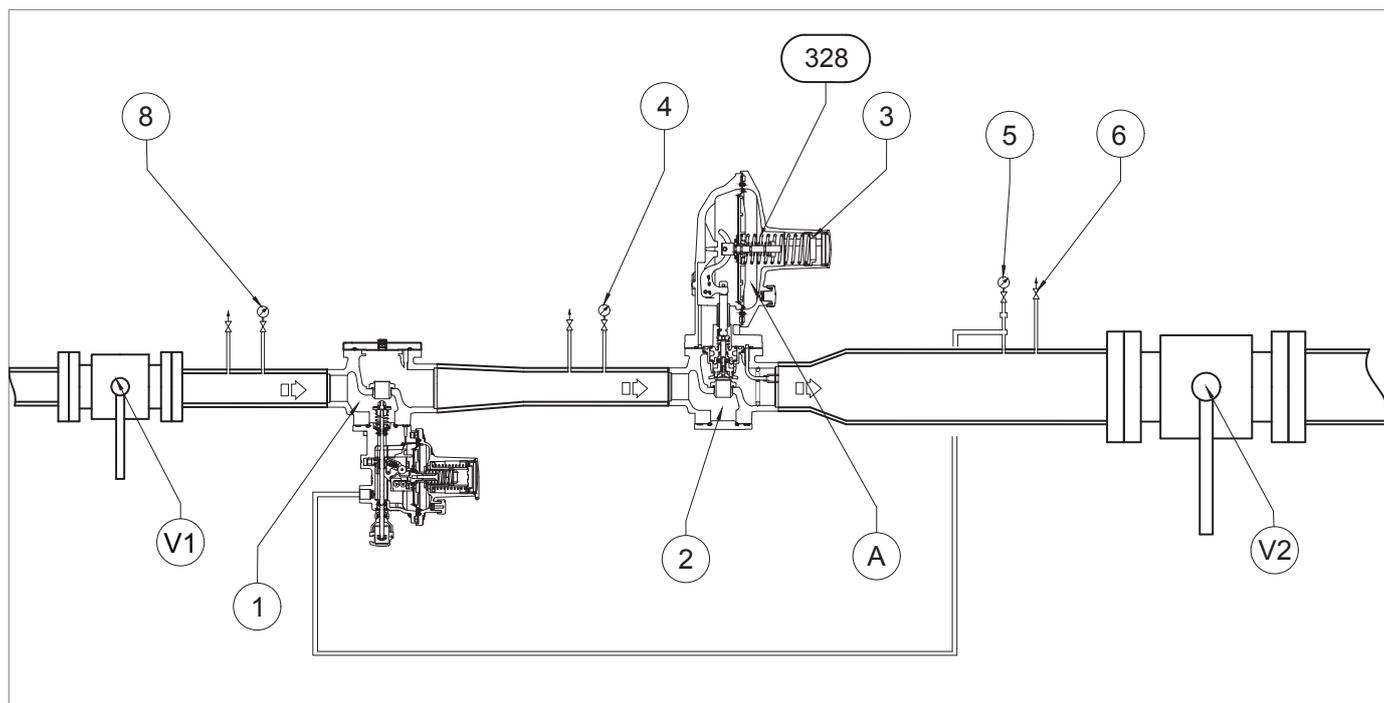
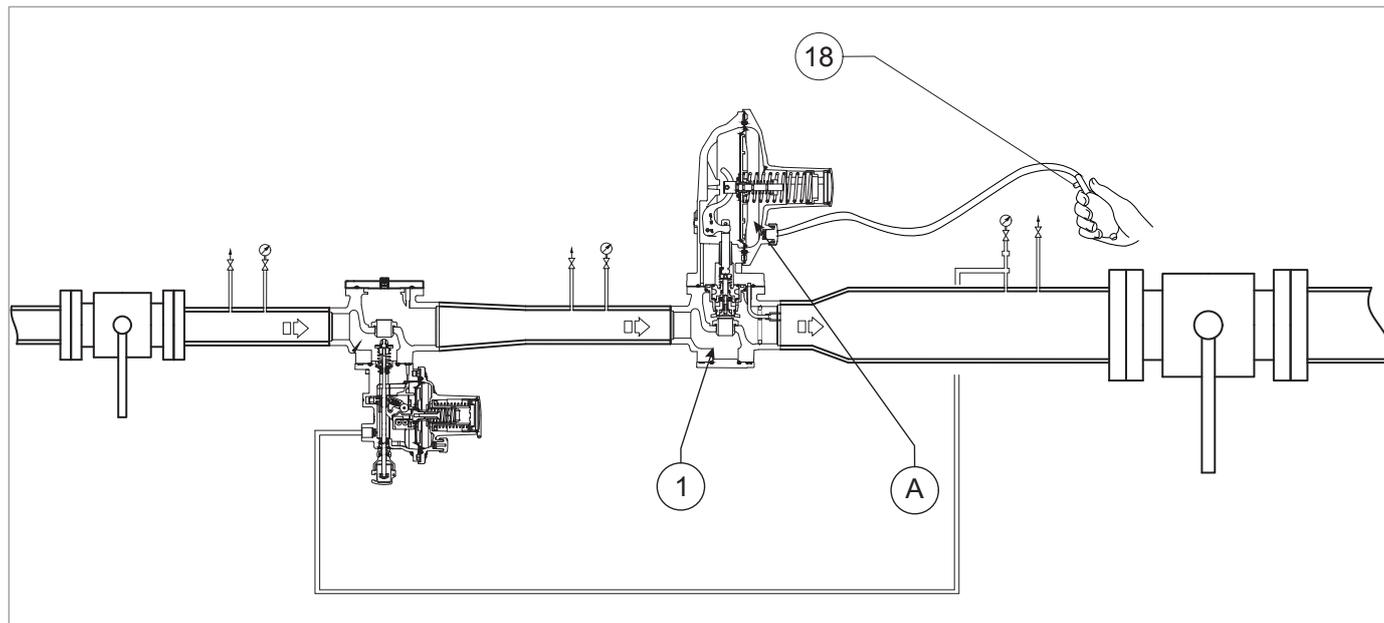

Fig. 8.15. Puesta en servicio de la válvula de bloqueo DILOCK instalada aguas arriba del regulador
Fig. 8.17. Presurización de fuente externa DILOCK instalada aguas arriba del regulador
1	<p>Aumente la presión aguas abajo (Pd) hasta el valor de disparo de la válvula de bloqueo, para comprobar su correcto ajuste, utilizando una fuente de presión externa (Fig. 8.17).</p> <div style="border: 1px solid blue; padding: 5px;"> <p>¡ATENCIÓN!</p> <p>Compruebe la presión consultando el manómetro (Fig. 8.15, ref. 5) colocado aguas abajo del regulador.</p> <p>Si la válvula de bloqueo:</p> <ul style="list-style-type: none"> • se dispara antes del valor de presión previsto: enrosque (en el sentido de las agujas del reloj) la tuerca de ajuste (13) para comprimir más el muelle (11); • no se dispara con el valor de presión previsto: desenrosque (en sentido contrario a las agujas del reloj) la tuerca de ajuste (13), para aliviar el muelle (11). </div>
2	Disminuya la presión de la sección aguas abajo abriendo la ventilación (Fig. 8.15, ref. 6) para que alcance el valor de calibración del regulador.
3	Cierre el grifo de ventilación (Fig. 8.15, ref. 6).
1	Abra parcialmente el grifo de descarga (Fig. 8.15, ref. 6) y manténgalo abierto para las siguientes fases.
2	<p>Disminuya la presión aguas abajo hasta la presión mínima requerida de la válvula de bloqueo.</p> <div style="border: 1px solid blue; padding: 5px;"> <p>¡ATENCIÓN!</p> <p>Compruebe la presión consultando el manómetro aguas abajo (Fig. 8.15, ref. 5).</p> <p>Si la válvula de bloqueo:</p> <ul style="list-style-type: none"> • se dispara antes del valor de presión previsto: desenrosque (en sentido contrario a las agujas del reloj) la tuerca de ajuste (15), para aliviar el muelle (17). • no se dispara antes del valor de presión previsto: enrosque (en el sentido de las agujas del reloj) la tuerca de ajuste (15) para comprimir más el muelle (17); </div>
3	Cierre el grifo de descarga (Fig. 8.15, ref. 6).
5	Para rearmar la válvula de bloqueo, aumente la presión aguas abajo (Pd) de la línea, utilizando una fuente de presión externa (Fig. 8.17).